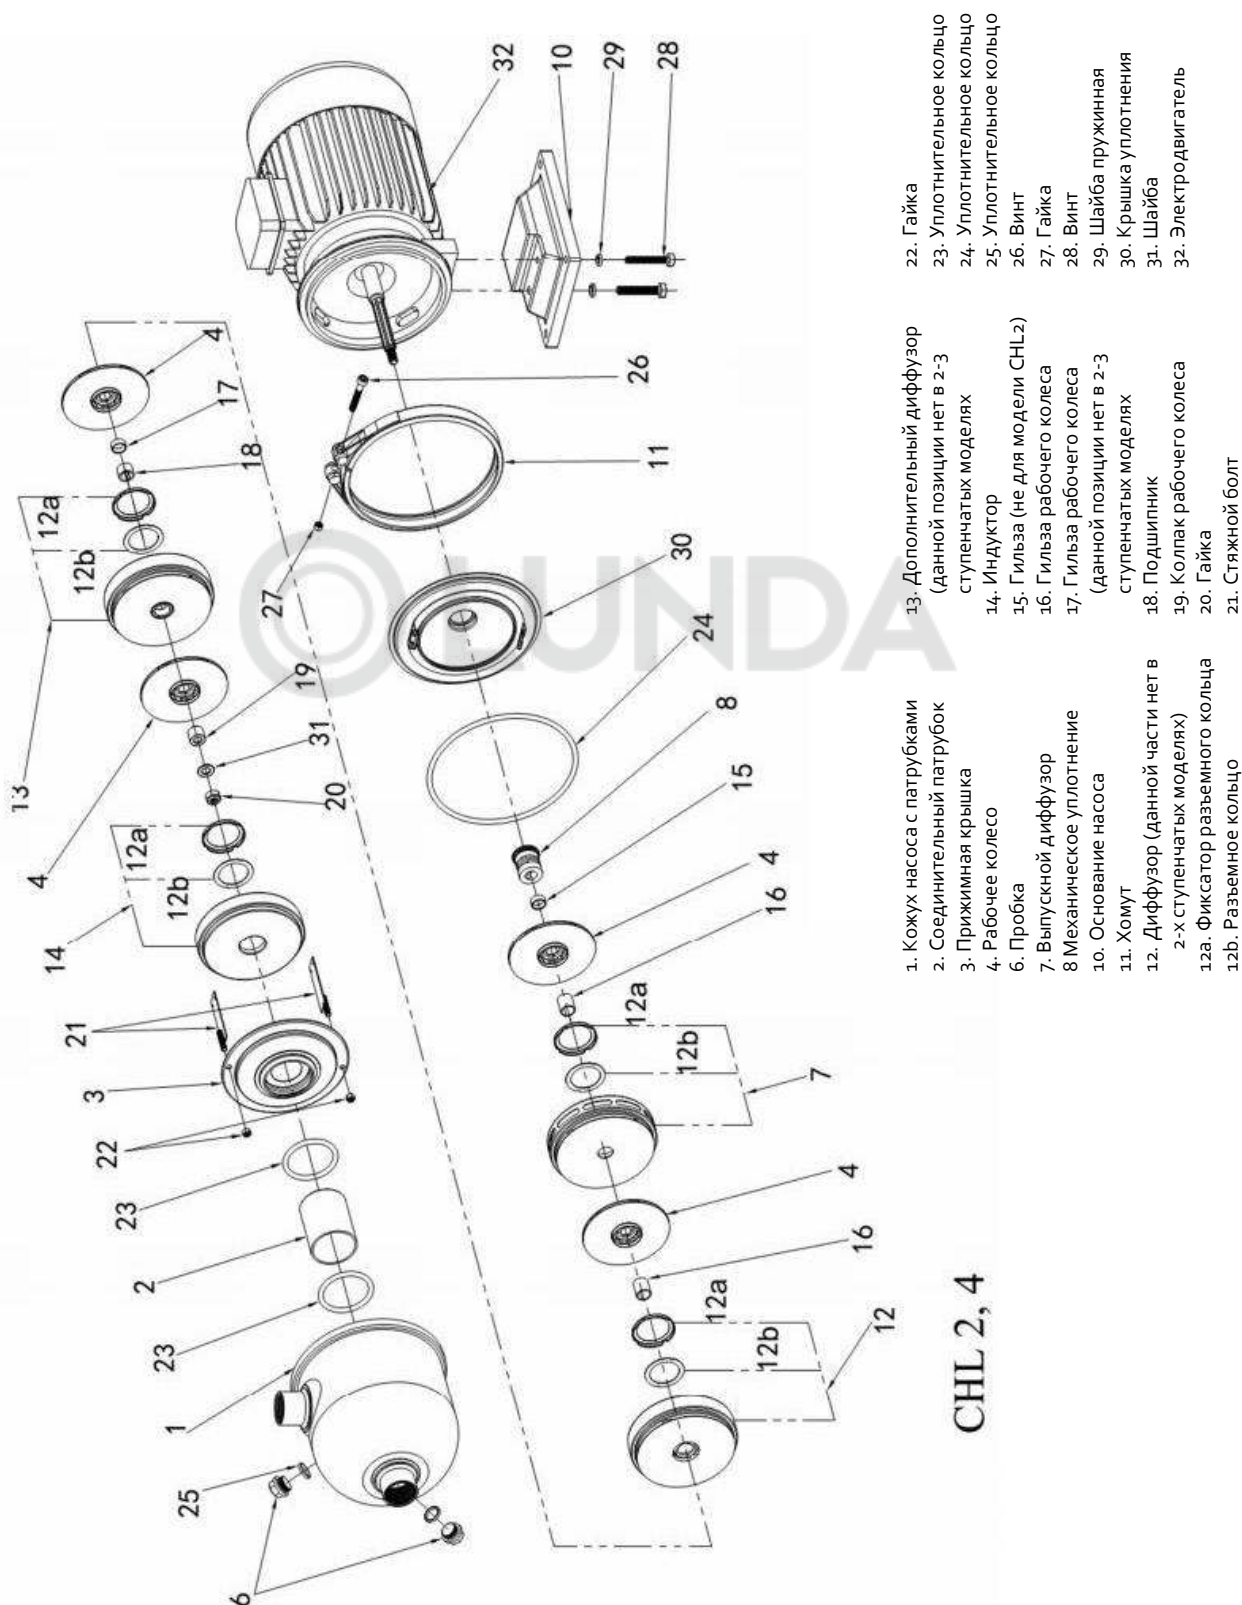
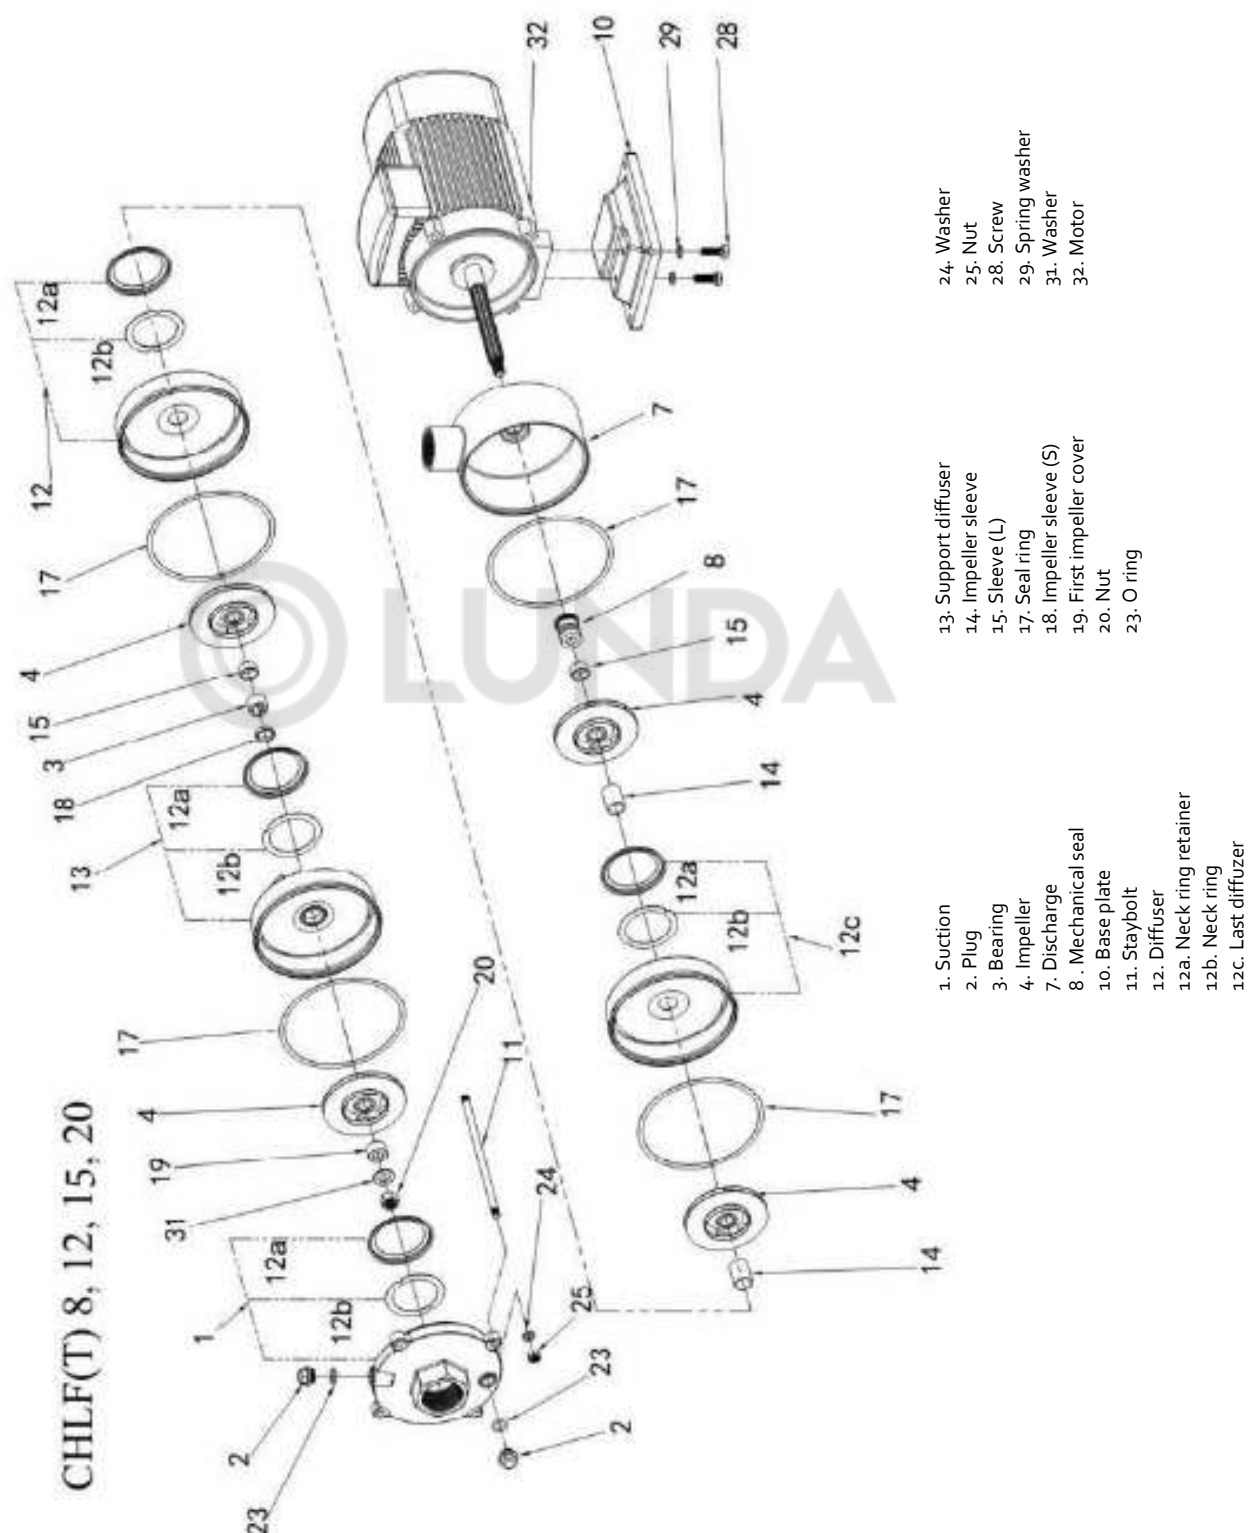

Рис. 9 Конструкция насоса CHL 2, 4
Fig. 12 CHLF(T) 8, 12, 15, 20 pump construction
5.2 Разборка насоса (Рис. 9 – Рис. 12)